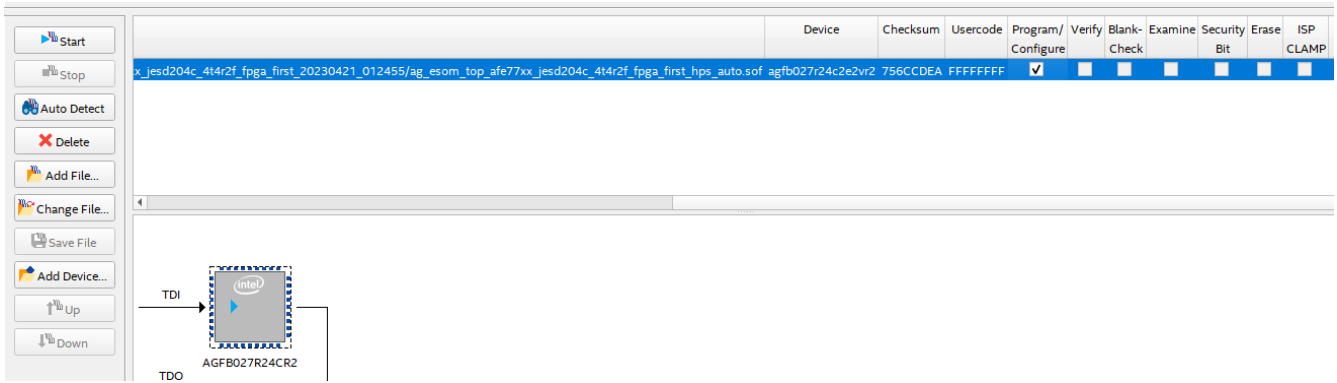

图 4-11. 程序/配置
17. 接下来，选中“Program/Configure”下的框，请参阅图 4-11。